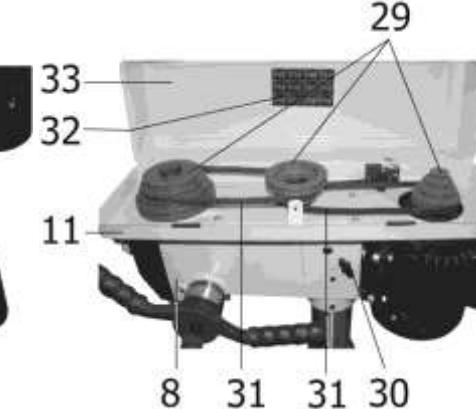

Рис. 7
10.6. Контроль и регулировка глубины сверления «глухих» отверстий производится по шкале (26), Рис.7. Для этого необходимо ослабить болт (28), затем установить вращением кольца шкалы (26) необходимую глубину сверления глухого отверстия, сопоставив соответствующее деление шкалы (26) с указателем (27), Рис.7. После чего необходимо зафиксировать заданную настройку, затянув болт (28). При достижении заданной глубины сверления нулевая риска на шкале (26) совпадет с указателем (27), Рис.7.